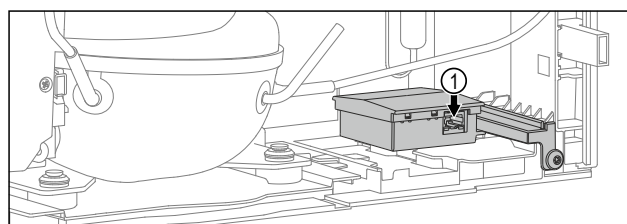

Fig. 44
- ☐ Een netwerkkabel is aangesloten. Fig. 44 (1)
- ▶ Netwerkkabel aansluiten. Fig. 44 (1)